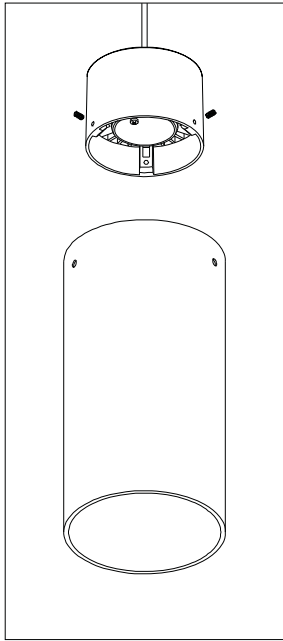

Figure 1
1. Remove the three set screws located on LED fitter head with hex-head allen wrench (Fig 1)
1. Con la llave de cabeza hexagonal, retire los tres tornillos de sujeción ubicados en la cabeza del instalador de LED (Fig. 1)
1. Retirez les trois vis de calage situées sur la tête de l'ajusteur DEL avec la clé à tête hexagonale (Fig. 1)